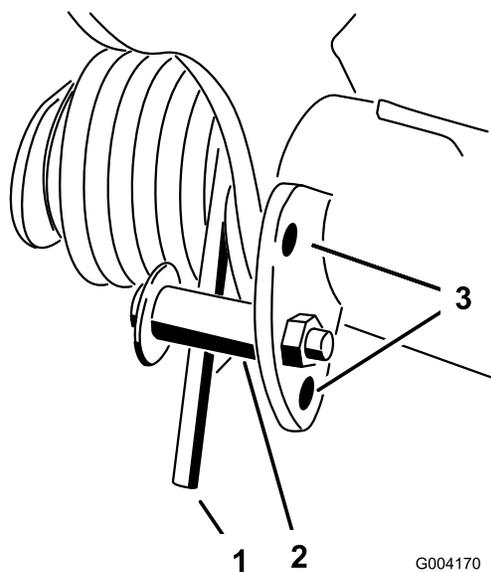

Figura 40
2. Insira um tubo ou objecto semelhante na extremidade longa da mola para aliviar a tensão da mola durante o ajuste (Figura 40).
3. Enquanto alivia a tensão da mola, retire o parafuso e a contraporca que prendem o actuador de mola ao suporte (Figura 40).